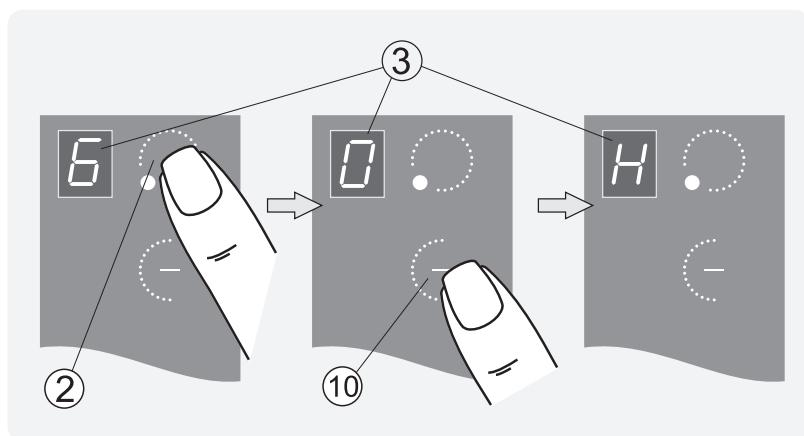

Рис.6
1. Работающую конфорку перевести касанием зоны ② в режим управления (рис. 6).
2. Коснувшись одновременно зон «-» и «+» либо, удерживая палец на зоне «-», установить в окне индикации значение «0». Через 3 секунды конфорка отключится. В окне ③ будет светиться буква «H», указывающая, что конфорка еще горячая.